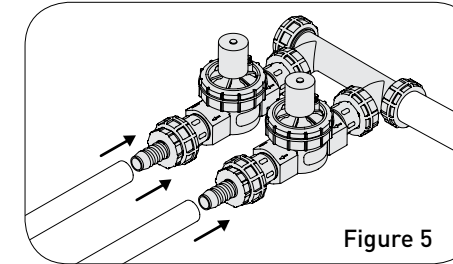

Figure 5
- Pour le tuyau de polyéthylène de 3/4 po, utilisez l'adaptateur en polyéthylène de 3/4 po (fourni avec les modèles 91207/91206) et serrez à l'aide d'une pince pour tube (figure 5).